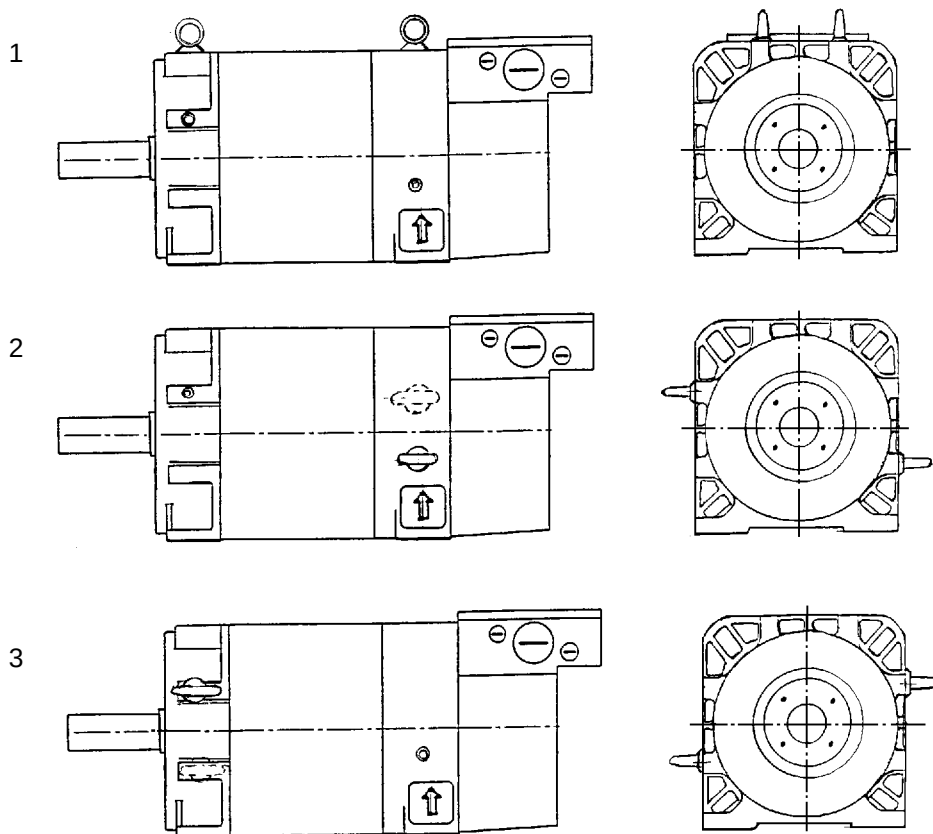

Fig. 3 Disposición de los cáncamos
- Los motores se instalarán de forma que el aire refrigerante pueda circular libremente. Mantener la distancia mínima s de las aberturas de entrada y salida del aire respecto a las partes contiguas (Fig. 3). Está prohibido volver a aspirar el aire de escape caliente.